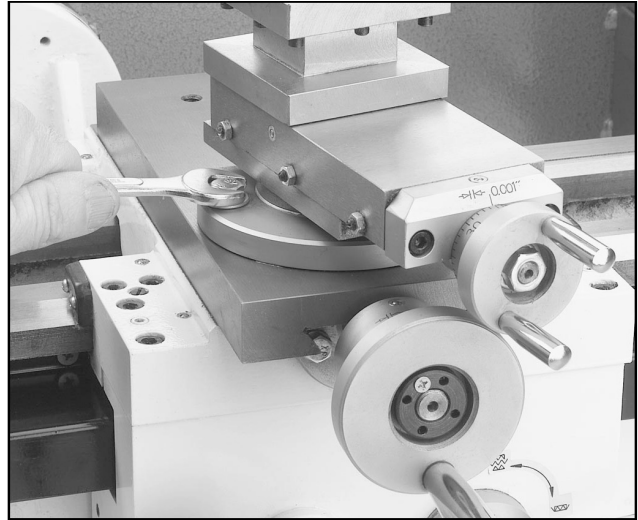

Fig. 13 Fjerning av toppsleidens skruer.
- Bruk en 12 mm fast nøkkel til å ta bort to skruer som holder toppsleiden på tverrsleiden. Se **fig. 13**.